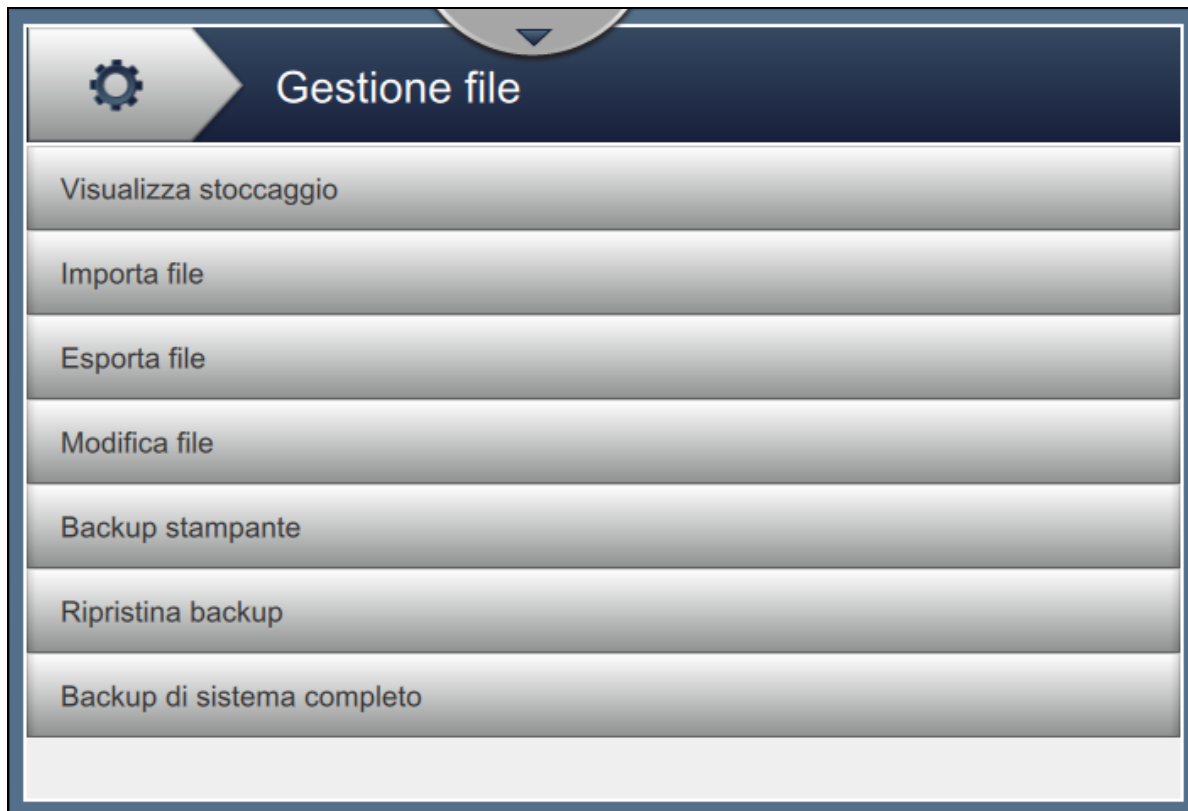

Figura 6-6: Gestione file
1. Toccare il pulsante  nella schermata Strumenti. Viene visualizzata la schermata Gestione file, come da Figura 6-6.